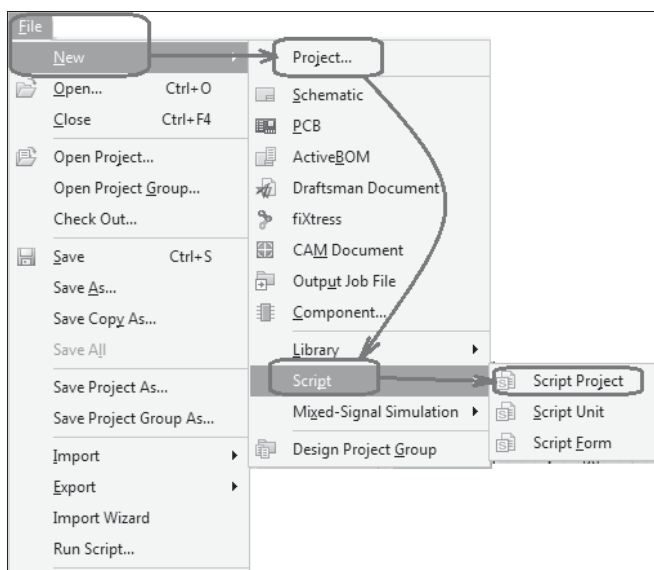

Рис. 14.1. Создание нового скрипт-проекта
1. Командой главного меню **File | New | Project | Script Project** создать новый скрипт-проект (рис. 14.1).